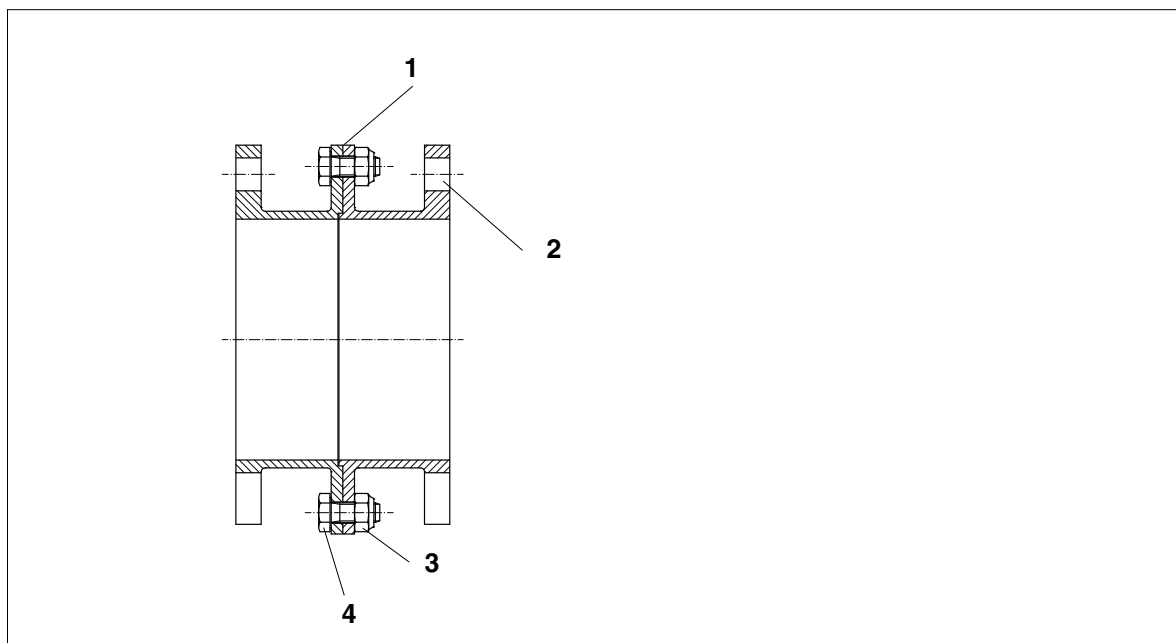
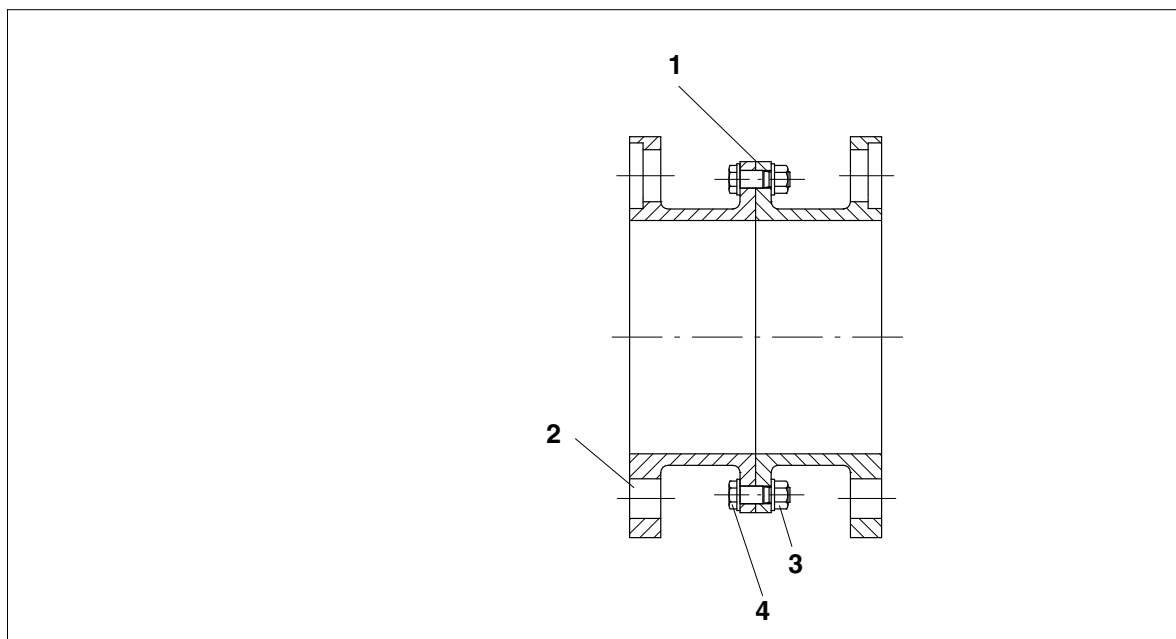

Рис. 15: Втулка U с соединением "сплоченной поверхности" (центрирующая цапфа) (ARS-6)
Рис. 16: Втулка U с призонными болтами (ARC-8)
- Внутреннее и внешнее соединение сплоченной поверхности (центрирующей цапфы, Рис. 15) или посадочные резьбовые отверстия (Рис. 16) а также опорные поверхности отдельных частей разъемной втулки тщательно проверить на возможные повреждения и, в противном случае, откорректировать.
- Перед установкой соединительных винтов нужно обратить внимание на возможные маркировки балансировки (смотри рис. 15 и рис. 16). У втулок без маркировки, составные половинки следует монтировать так, чтобы посадочные резьбовые отверстия внешних фланцев находились друг против друга (смотри рис. 15 и рис. 16).